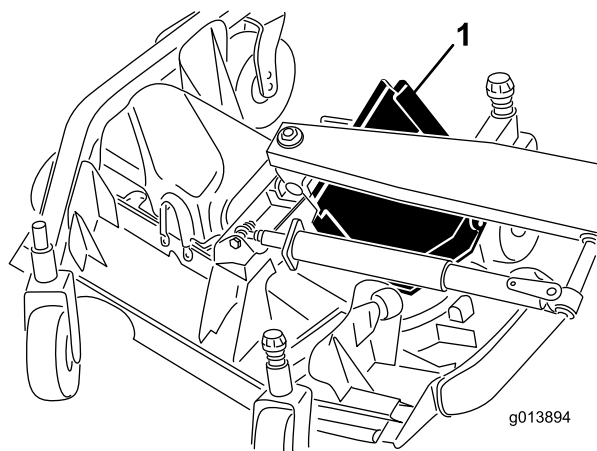

Figura 68
6. Levante a extremidade dianteira e oriente-a entre o braço de elevação e o rolo para a retirar (Figura 68).